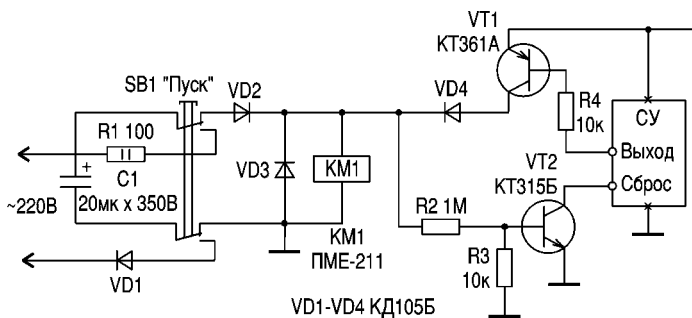

рис.6
На рис.6 показана упрощенная схема реализации устройства (например, таймера, терморегулятора), включение которого производится вручную нажатием кнопки "Пуск", а выключение - сигналом от схемы управления (СУ) при достижении заданного значения параметра, который регулируется (время, температура). Схема обеспечивает непосредственное управление магнитным пускателем с обмоткой на 220 (380) В и гальваническую развязку от сети.